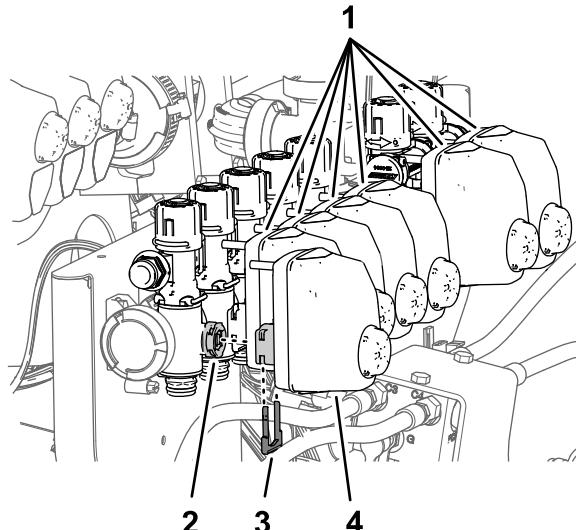

Рисунок 97
2. Снимите приводы клапанов с клапанов сопел с 1 по 7 (Рисунок 97).
1. Снимите держатели, которые крепят приводы клапанов к клапанам сопел с 1 по 7 (Рисунок 97).
10. Установите приводы клапанов на клапаны сопел с 1 по 7 (Рисунок 97) с помощью держателей, снятых при выполнении пункта 1.